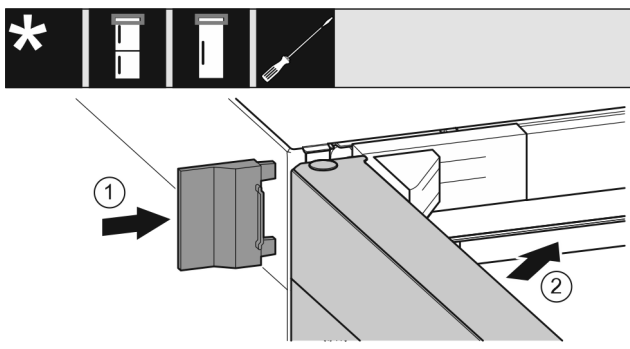

Fig. 34
- ▶ Skyv på det ytre dekselet. *Fig. 34 (1)*
- ▶ Lukk den øvre døren. *Fig. 34 (2)*